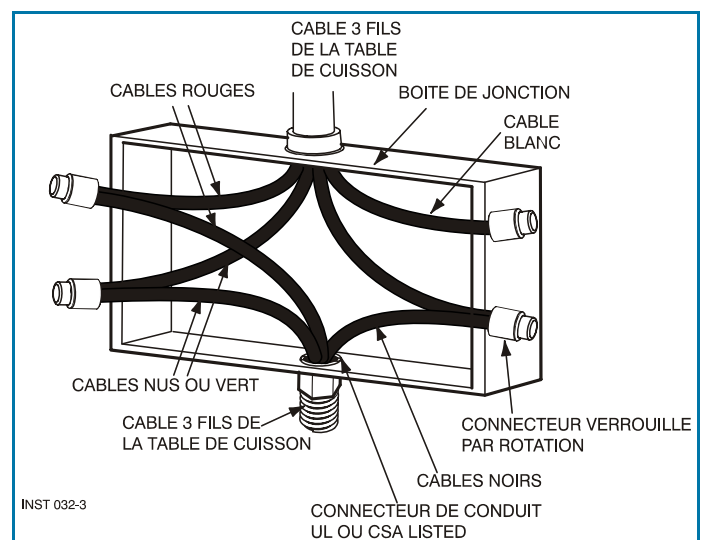

Figure 15.
1. Connectez (voir figure 15) le conducteur de terre vert du table de cuisson au conducteur de terre dans le boîtier de jonction (câble nu ou coloré vert).